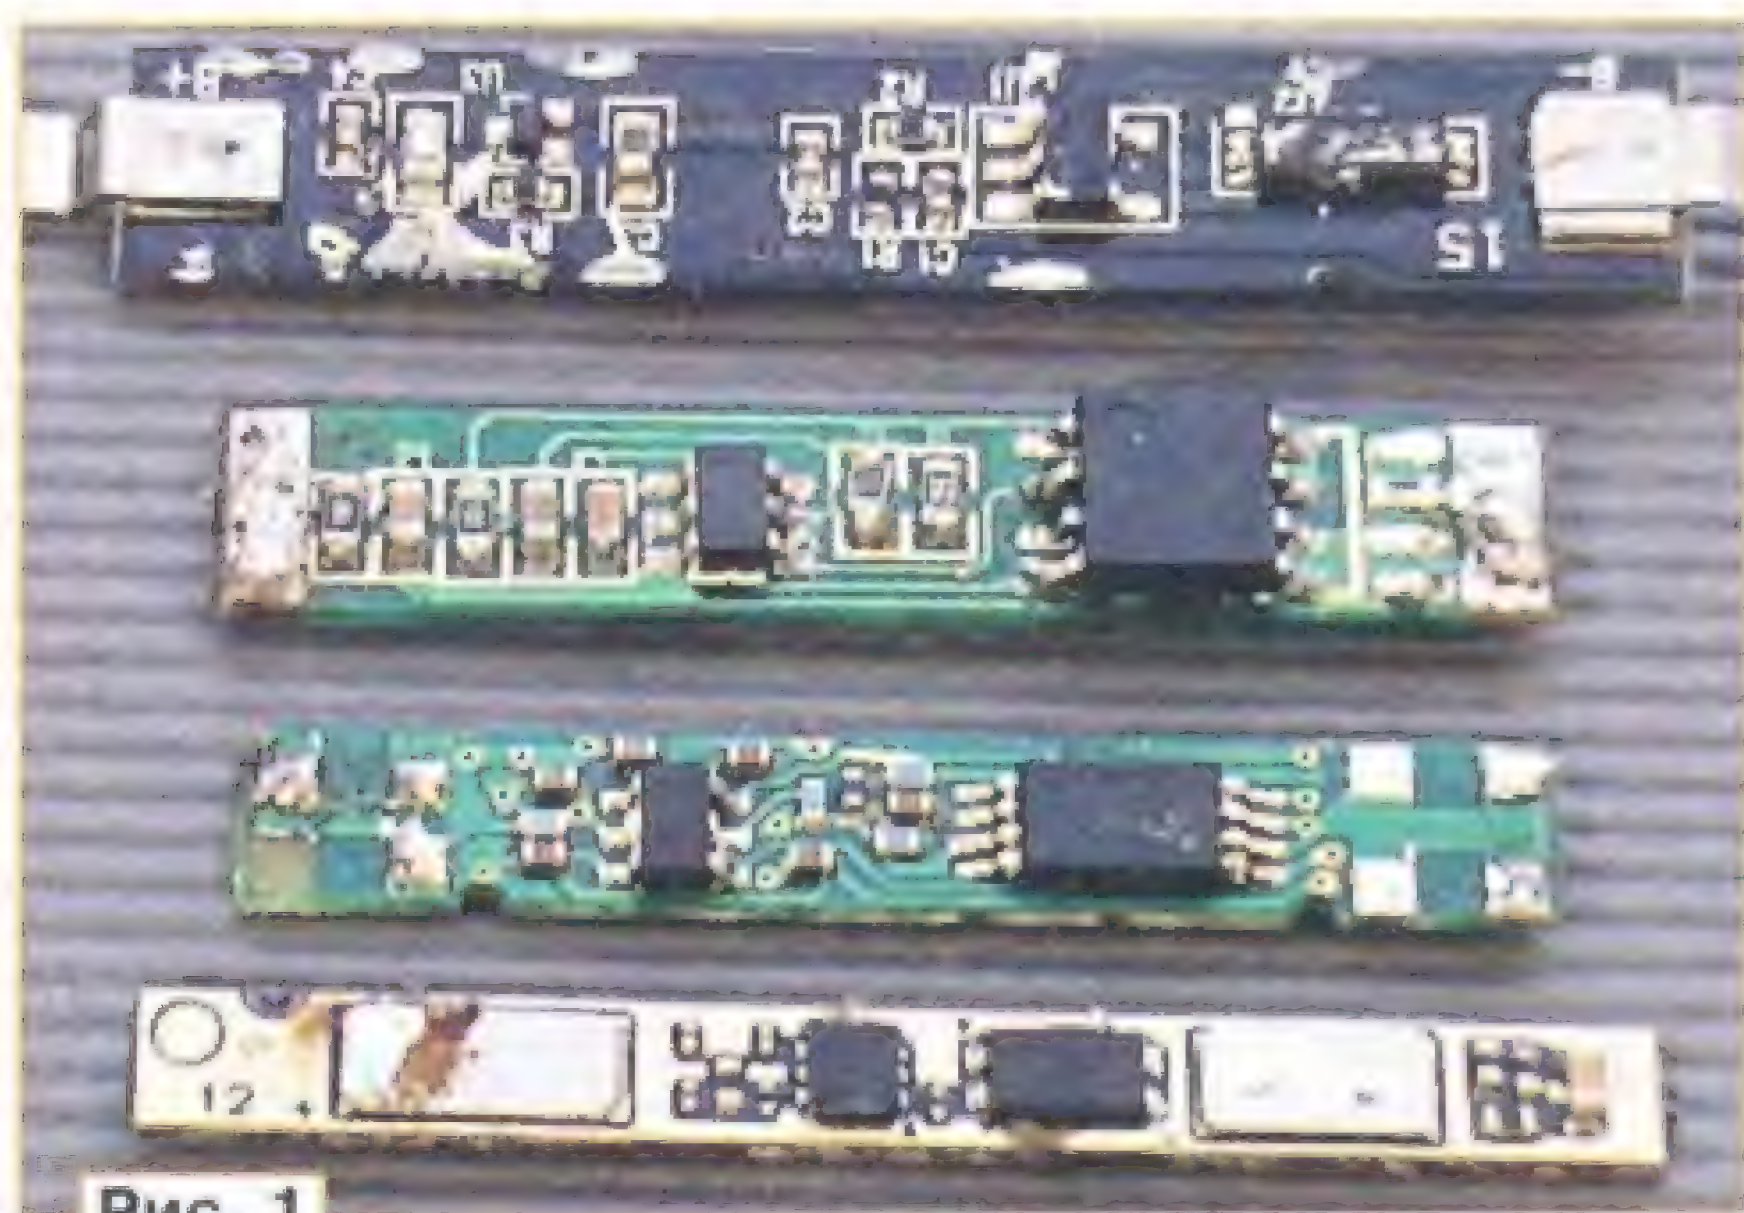

Рис. 1
**Li-Ion** аккумуляторы являются, наверное, самыми массовыми источниками автономного питания. Многие из этих аккумуляторов, особенно те, которые предназначены для питания относительно малогабаритных гаджетов (сотовые телефоны и т. д.), имеют встроенный модуль защиты (рис. 1). Основное назначение этого модуля — предохранить аккумулятор от перезарядки, перегрузки по току и от КЗ, а также чрезмерной разрядки. Основные компоненты этого узла — специализированная микросхема и сборка (2 шт.) полевых транзисторов с n-каналом. Кроме того, в состав